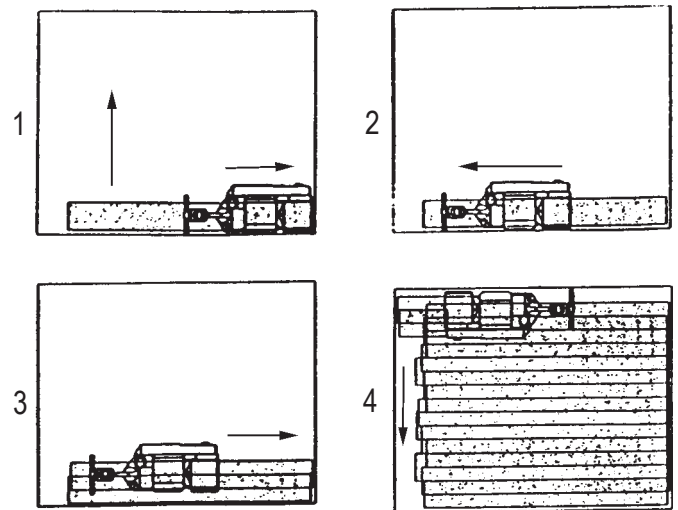

Figura 11
1. Fije cualquier clavo expuesto con un martillo y embutidor para evitar que se tope con el tambor de lijado. Conecte la máquina a un circuito apropiado con descarga a tierra y fusibles (fuente de alimentación). Presione el interruptor selector en la posición (S) (arranque). Después del arranque, deje que el interruptor vuelva a la posición (R)(funcionamiento).
2. Trabaje de derecha a izquierda. Por cada paso hacia delante, mueva la máquina 4" por encima del trayecto que acaba de completar. Retroceda marcha atrás sin solapamiento. Consulte la figura 11.
6. Interrumpa gradualmente en el punto de terminación (el extremo de la pasada) elevando el tambor de lijado con la palanca de control. Escalone los puntos de terminación para conseguir una mejor combinación en el momento de ribetear. Consulte la figura 11.
7. Al cambiar el abrasivo, vacíe el contenido de la bolsa de polvo, o al terminar la operación de lijado, presione el interruptor selección a la posición (O) (Apagado). Desconecte la máquina de la fuente de alimentación.